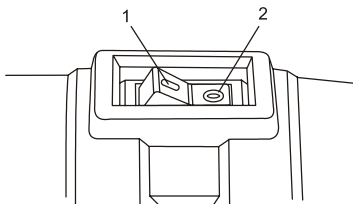

Рис. 5
2. Переведите клавишу выключателя в положение (1) (рис. 5).
3. Для выключения инструмента переведите клавишу выключателя в положение (2) (рис. 5).